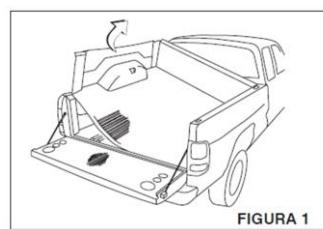

FIGURA 1
Centre la cubierta para compuerta sobre la compuerta trasera de la camioneta y localice los tornillos de fábrica que están en los orificios pretaladrados. Quite esos tornillos y guárdelos para su uso posterior (consulte la FIGURA 1).
PASO 1 (FIGURA 1)